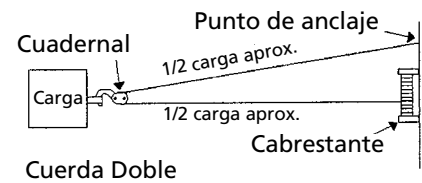

Figura 4
2. PARA LAS CARGAS MAS GRANDES, SE RECOMIENDA EL USO DE UN CONJUNTO DE CUADERNAL Y GANCHO PARA PONER EL CABLE METALICO CON CUERDA DOBLE (Vea la Figura 4). Esto reduce la carga en el cabrestante y el esfuerzo en el cable metálico aproximadamente 50%. No enganche de vuelta el cabrestante. Siempre asegure el gancho hasta un punto que sea lo suficientemente resistente como para llevar la carga.